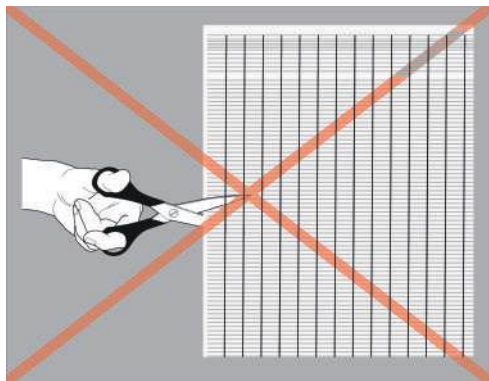

Рис. 4
6. Раскатайте рулон нагревательного полотна поверх теплоизоляционного материала и разрежьте на полосы нужного вам размера (рис. 4 и 5). Полосы должны располагаться контактами к стене, на которой позже будет установлен терморегулятор, чтобы уменьшить длину провода при соединении полос теплого пола с терморегулятором. Нагревательные полотна укладываются таким образом, чтобы контакты соседних полос не соприкасались.